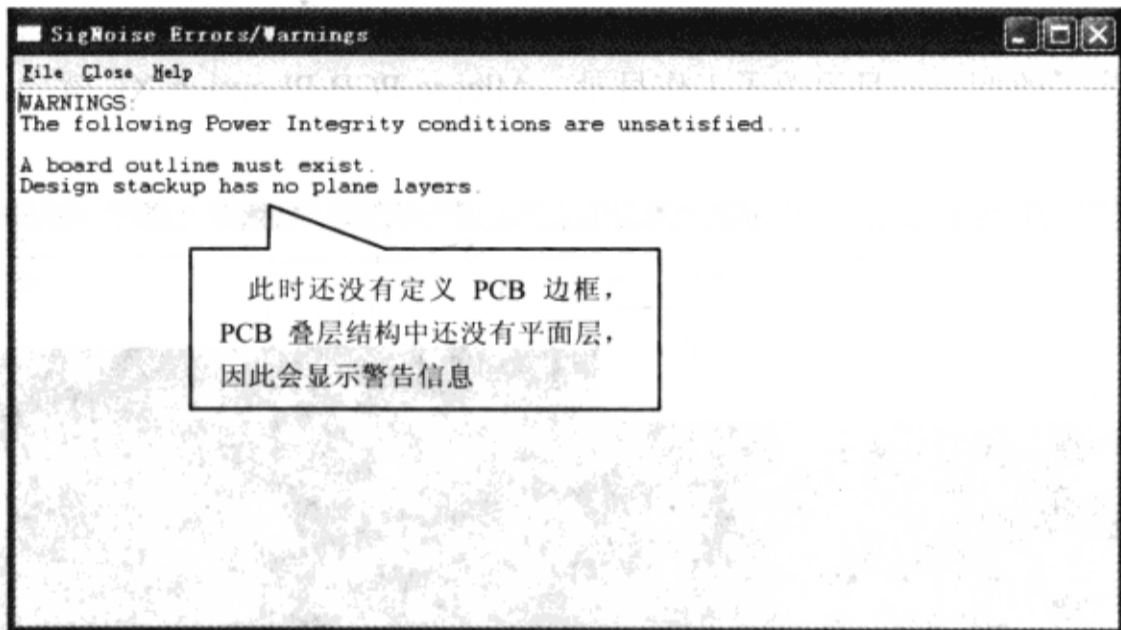

图 7-12-9 “SigNoise Errors/Warnings”窗口
(2) 在 Allegro PCB PI option XL 警告窗口中单击“确定”按钮，弹出“SigNoise Errors/Warnings”窗口和“Power Integrity Setup Wizard”窗口，Allegro PCB PI option XL 会提醒我们：需要创建一个 PCB 边框，同时还需要创建 PCB 的叠层结构，设置向导会在接下来的过程当中帮助我们对其进行设置，如图 7-12-9 所示。